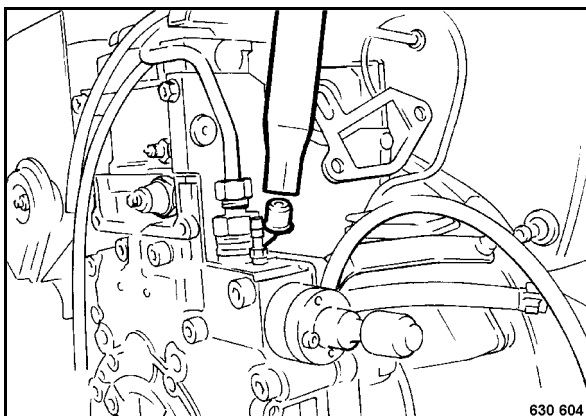

Fig. 73
- Retirar la boquilla de ventilación de la caja del cárter (Fig. 73).